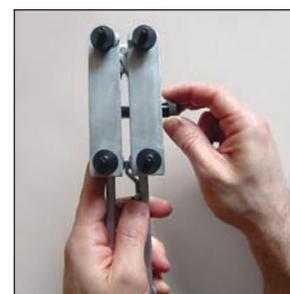

Figura 1
4. Consulte la figura 1. Utilizando la abrazadera manual, deslice el espaciador hacia las abrazaderas de montaje, comprima las asas para cerrarlas y apriete con los dedos la mariposa que se encuentra a la derecha de la abrazadera de montaje de la derecha.